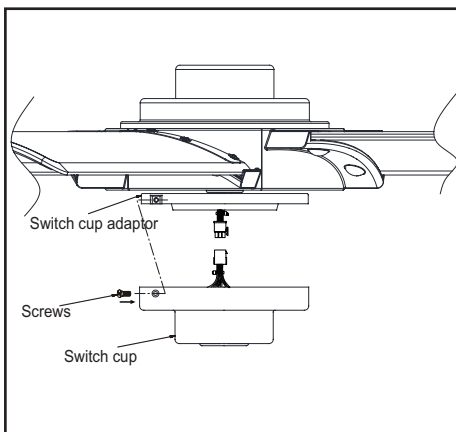

Figura 15
3. Quita tres tornillos del adaptador de la caja del interruptor. Conecta el enchufe del adaptador moldeado de la caja del interruptor con el adaptador moldeado del conjunto motor-ventilador. (Figura 15)
4. Instala los tres tornillos que retiraste en el paso 3. Aprieta firmemente los tres tornillos. (Figura 15)